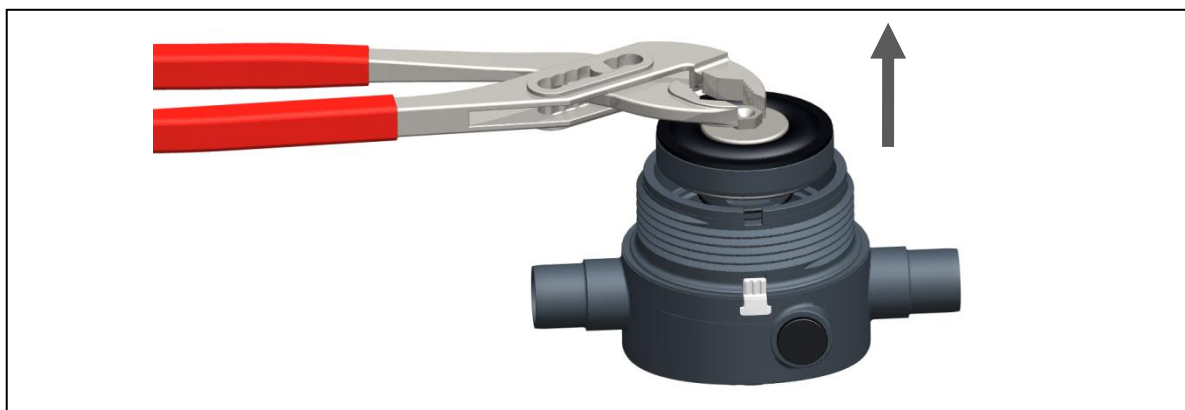

Fig. 9
- Extraire la cartouche de la partie inférieure à l'aide d'un outil approprié (par ex. une pince), voir Fig. 9.